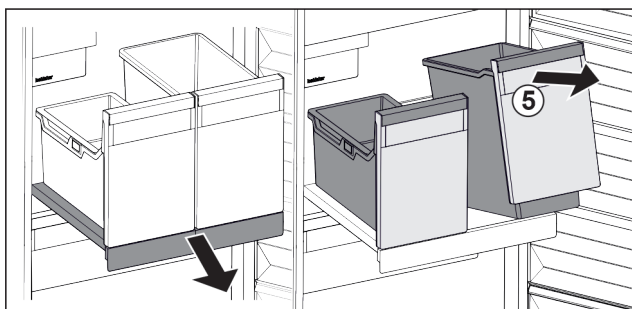

Fig. 84
- ▶ Posodo Fig. 84 (5) dvignite naprej.